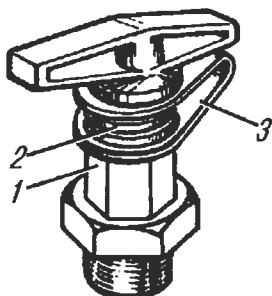

Рис. 78. Клапаны контрольного вывода:
**Клапаны контрольного вывода** (рис. 78) предназначены для определения выходных параметров давления воздуха по контурам с помощью контрольных манометров. Для подсоединения к клапану следует применять шланги с накидной гайкой М16х1,5 и манометры с пределом измерений 0–1000 кПа (0–10 кгс/см2) класса точности 1,5. Клапаны контрольного вывода установлены: